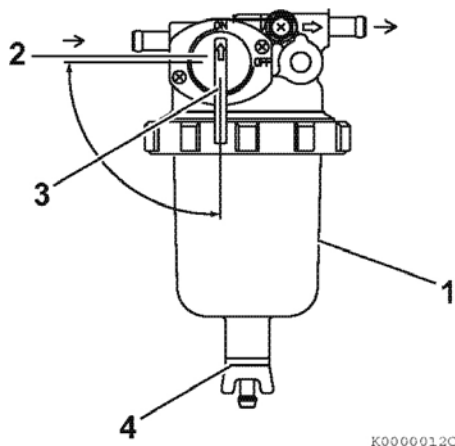

Рисунок 42
1. Поместите соответствующий контейнер под топливным фильтром / водным сепаратором (рисунок 42(1)), чтобы собрать загрязняющие примеси.
2. Закройте (рисунок 42(2)) топливный кран (рисунок 42(3)).
3. Ослабьте сливной кран (рисунок 42(4)) на донной части топливного фильтра / водного сепаратора. Слейте воду, скопившуюся внутри.
5. Откройте топливный кран (рисунок 42(3)).